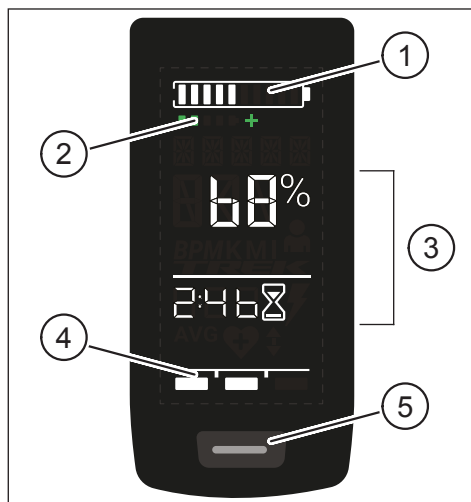
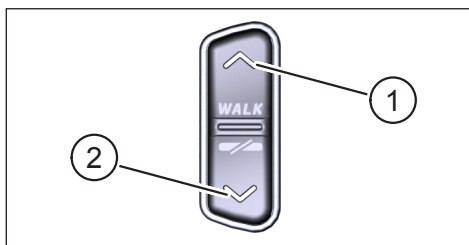

Fig. 1: Drifts- och indikeringsdelar på displayen
Fig. 2: Användning av fjärrkontrollen
- ▶ Tryck och håll ned knappen på displayen (nr 5 i fig. 1) och håll NED knappen på fjärrkontrollen (nr 2 i fig. 2) i minst 5 sekunder.
- ▶ Med ett **kort** tryck på knappen på displayen (nr 5 i fig. 1) byter du till nästa skärmvisning.
- Tryck på NER-knappen på fjärrkontrollen (nr 2 i fig. 2).